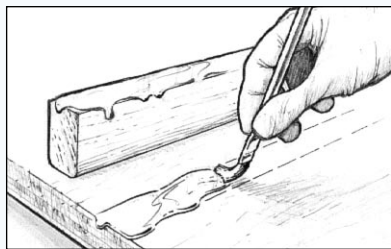

Figura 9 Applicare una mano della miscela resina/indurente sulle superfici di assemblaggio.
1. Applicare una mano di miscela resina/indurente sulle superfici da attaccare (Figura 9). Questa operazione si chiama "impregnazione" o "priming" delle superfici di assemblaggio. Per l'applicazione della resina epossidica utilizzare un pennello usa e getta iniziando da zone piccole o delimitate; per impregnare aree più ampie utilizzare un rullo di schiuma o distribuire uniformemente la miscela resina/indurente sulla superficie con uno squeegee/una spatola in plastica. Passare immediatamente alla fase successiva o comunque prima che il rivestimento ancora fresco risulti essiccato al tatto.